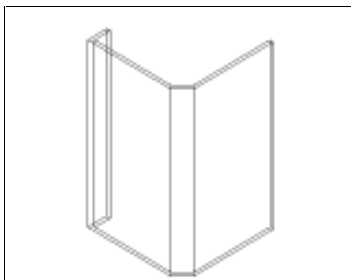

图 3-3
2. 单击 **凸出 (E)** 图标或在命令中输入 extrude 命令。
①选择对象:选择实体↵。②指定拉伸高度或[路径(P)]:100↵。③指定拉伸的倾斜角度<0>:↵。
这时单击 **视图 (V)** → **【三维视图】** → **【西南等轴测】** 切换视点。见图 3-3。